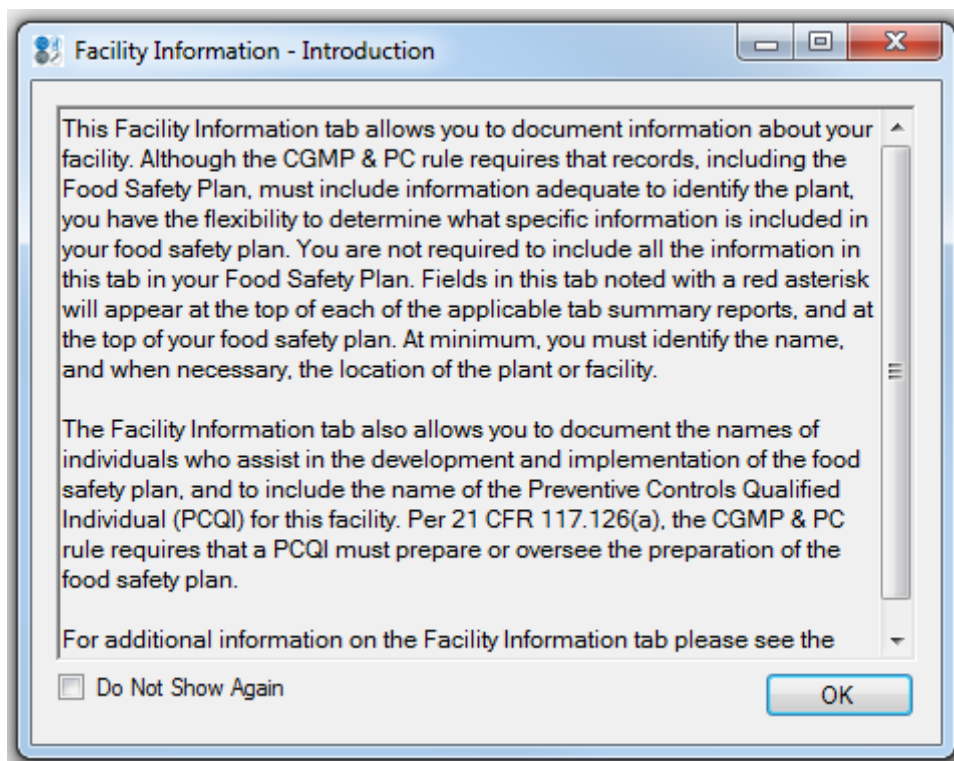

図17: タブ紹介ポップアップ
- **Question preview**質問プレビュー: ソフト全般で、左側のツリービューの質問／特徴をスクロールし、特定の質問／特徴の詳細を読むことができる(図17)。